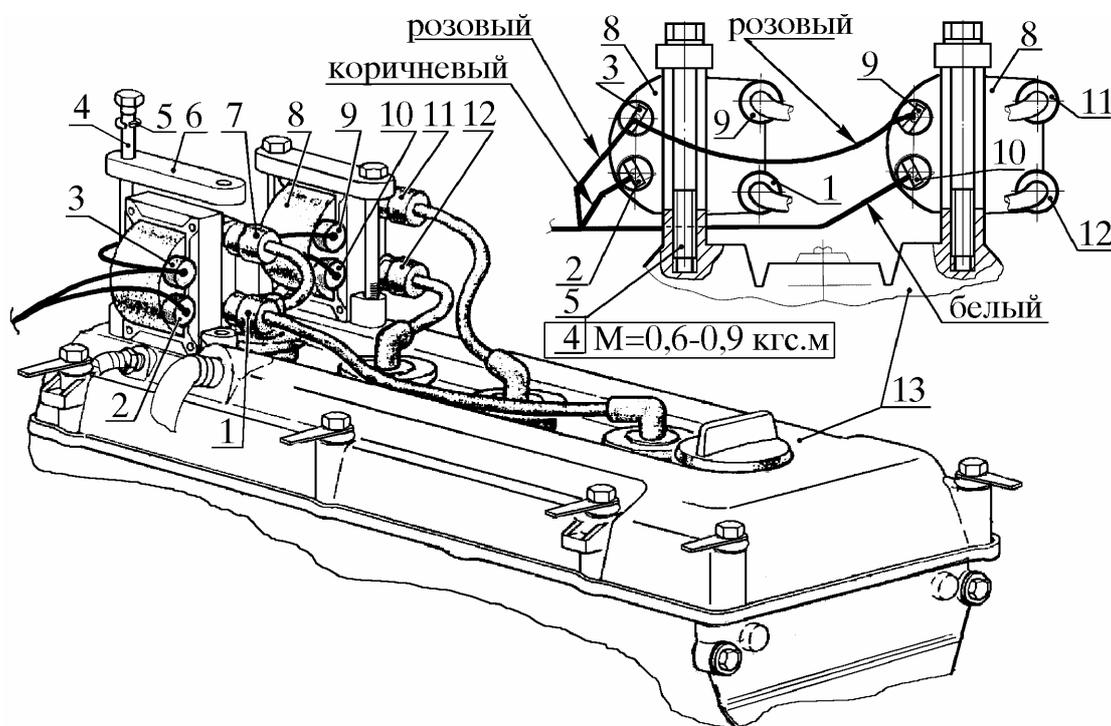

Рис. 35. Замена катушек зажигания:
20.1. Отсоединить наконечники 1 (рис. 35) и 7 проводов высокого напряжения от выводов катушки зажигания первого и четвертого цилиндров.
1) контакты соединительной колодки 1 (рис. 35а) и розетки форсунок не должны иметь повреждений.